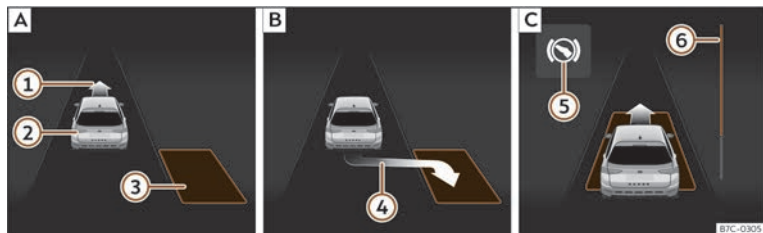
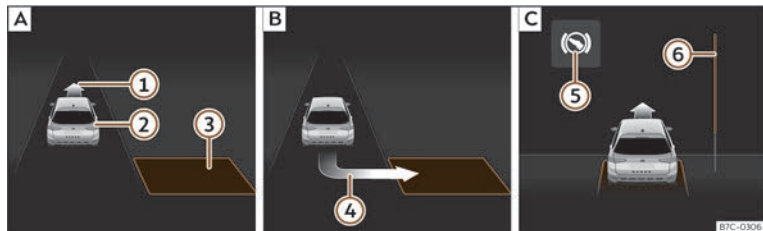

Fig. 134 Na pantalla do cadro de instrumentos: aparcar en liña. **[A]**: Buscar un oco de estacionamento. **[B]**: Posición para aparcar. **[C]**: Manobrar.
Fig. 135 Na pantalla do cadro de instrumentos: aparcar en batería. **[A]**: Buscar un oco de estacionamento. **[B]**: Posición para aparcar. **[C]**: Manobrar.
aparcar >>> **fig. 134 [B]** ou >>> **fig. 135 [B]**. O espazo considerárase “axeitado” se na pantalla do cadro de instrumentos aparece a indicación de aparcar ④.
- Retroceda ata que soe o sinal continuo do ParkPilot; **OU BEN:** retroceda ata que na pantalla do cadro de instrumentos apareza a indicación de dar marcha adiante >>> fig. 134 [C] ou >>> fig. 135 [C]; **OU BEN:** retroceda ata que na pantalla do cadro de instrumentos apareza a mensaxe **Park Assist finalizado**. A barra de progreso [6] indica a distancia que hai que percorrer.
- Vaia marcha adiante ata que soe o sinal continuo do ParkPilot; **OU BEN:** vaia marcha adiante ata que na pantalla do cadro de instrumentos apareza a indicación de dar marcha atrás. O sistema de aparcamento asistido dirixe o vehículo marcha adiante e marcha atrás ata centralo no espazo >>> fig. 134 [C] ou >>> fig. 135 [C].
A barra de progreso >>> fig. 134 [6] e >>> fig. 135 [6] amosa simbolicamente na pantalla do cadro de instrumentos a distancia relativa que aínda queda por percorrer. Canto maior sexa a distancia, máis chea está a barra de progreso. Ao circular marcha adiante, o contido da barra de progreso diminúe cara arriba e, ao circular marcha atrás, diminúe cara abaixo.